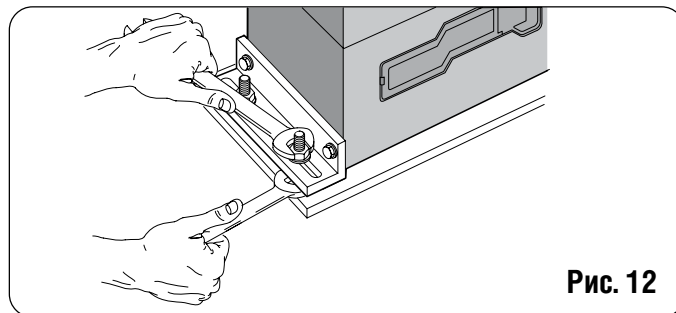

Рис. 12
- 5) Закрепить двигатель на плите гайками, как показано на рис. 12.